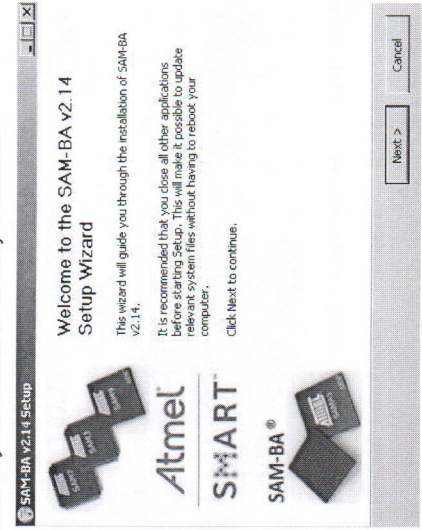

Рисунок 2.6 – Окно программы установки
2.2.6.2 В открывшемся окне программы установки (рисунок 2.6) убедитесь в правильном выборе версии инсталляционного пакета и нажмите клавишу «Next». В противном случае нажмите кнопку «Cancel».